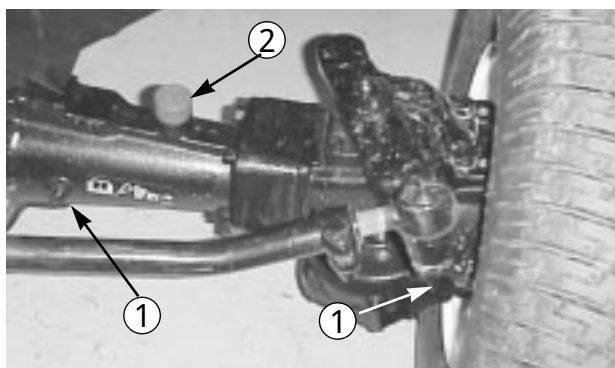

図 20
2. アクスルの各端から点検用プラグ（図20、21）を抜き、穴の上面まで潤滑油があることを確認する。